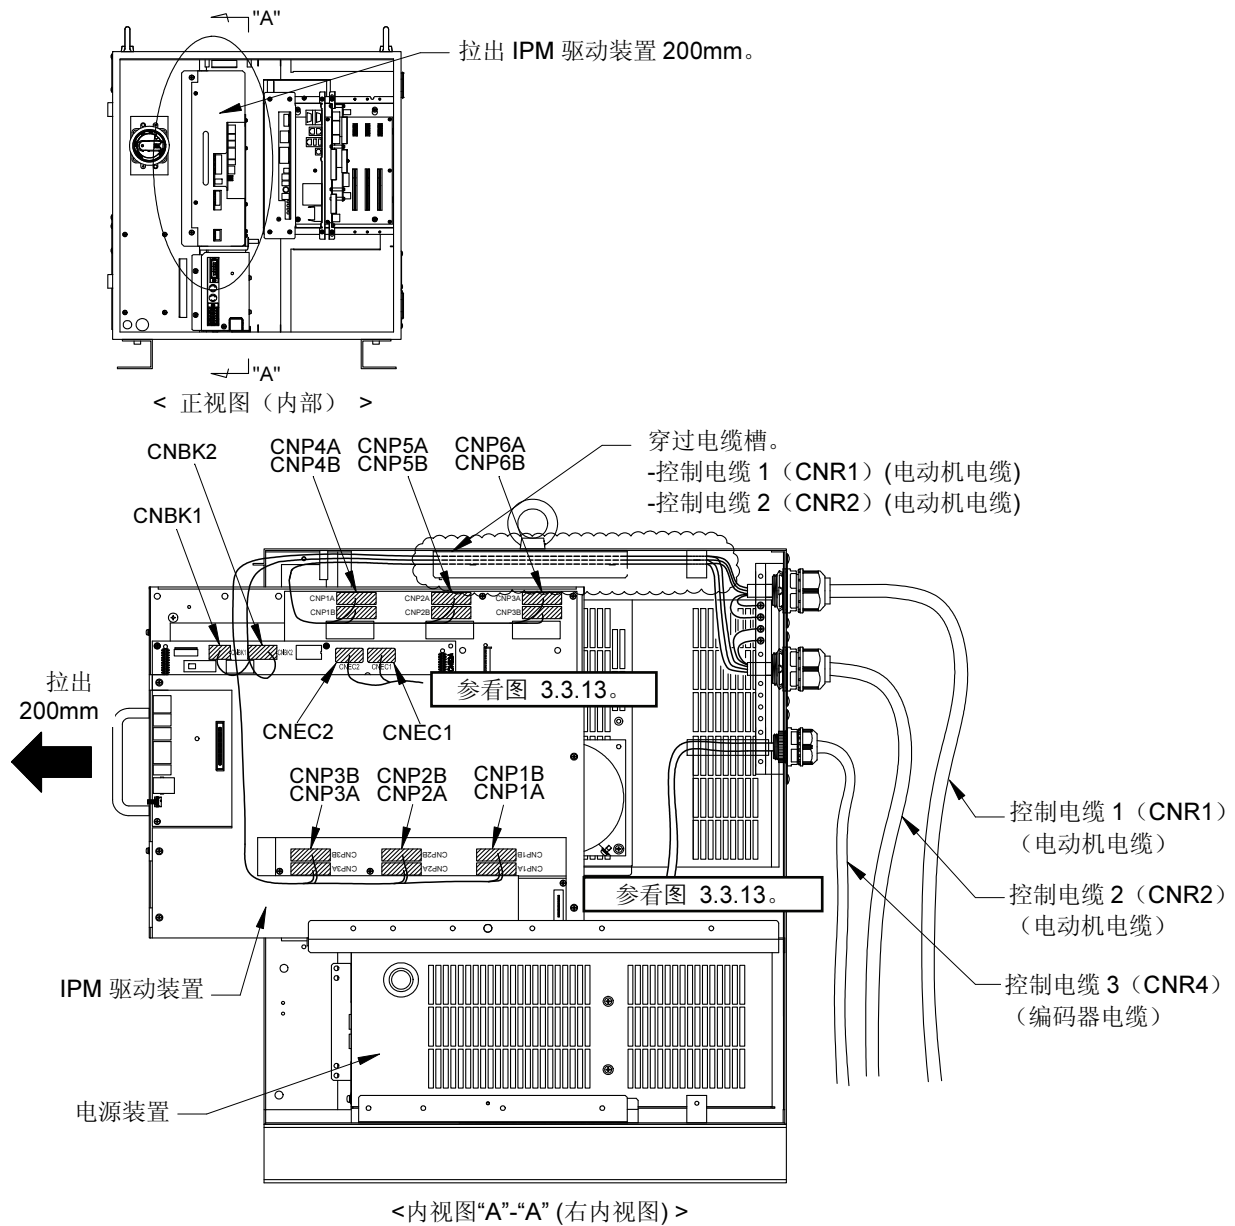
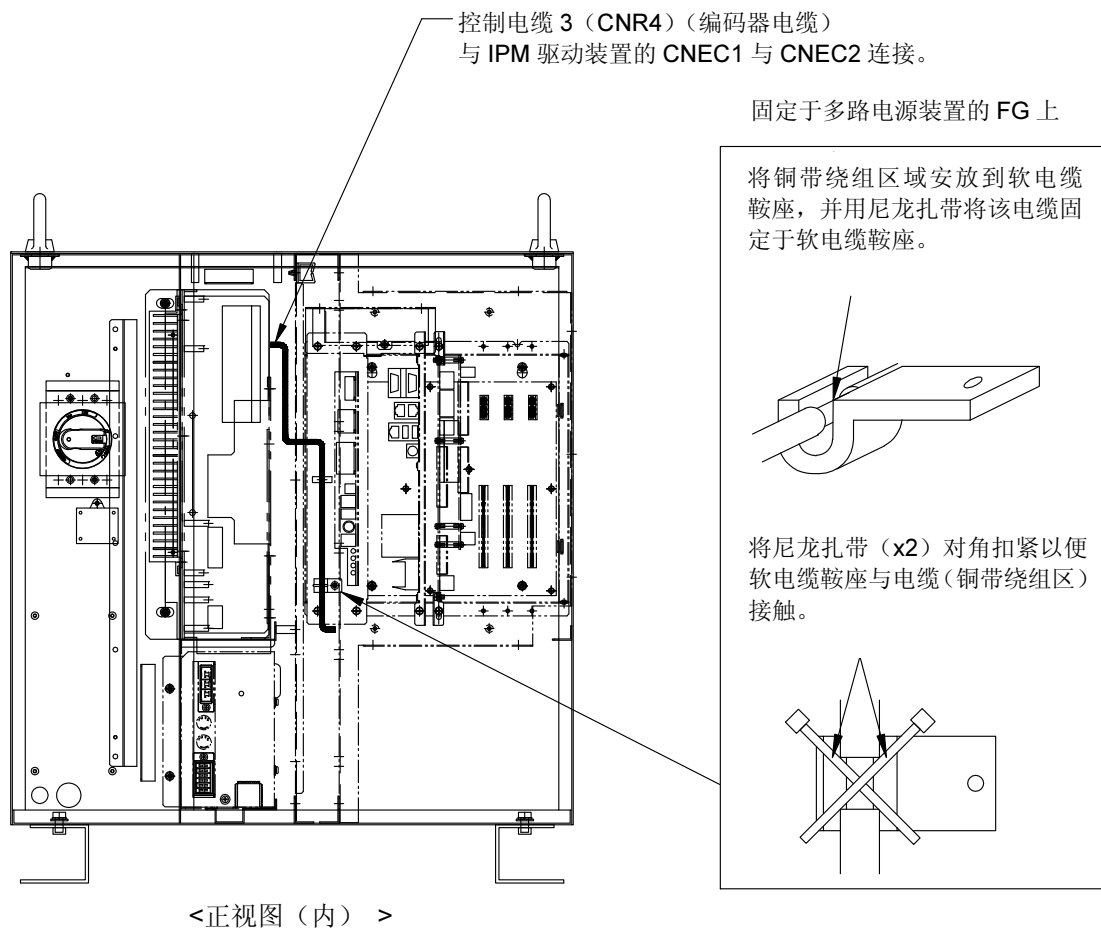

图 3.3.12 控制电缆 1、2、3 的连接：机器人控制装置侧面（布局与连接）
图 3.3.13 控制电缆 3 的接地 (固定于多路电源装置的 FG 上)
- 6 如图 3.3.12 所示，布置电缆并将之与连接器连接。
- 7** 如图 3.3.13 所示，连接并固定控制电缆 3 的接地线。
- 8** 参看图 3.3.13 布置控制电缆 3, 参考图 3.3.12 将之与 IPM 驱动装置的 CNEC1 与 CNEC2 连接。